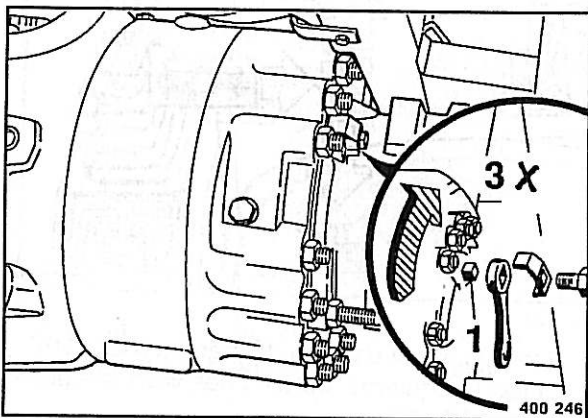

Fig. 141
- Para ajustar el juego hay que girar el cuadrado 1 (Fig. 141) tres vueltas hacia atrás en el sentido de las agujas del reloj.